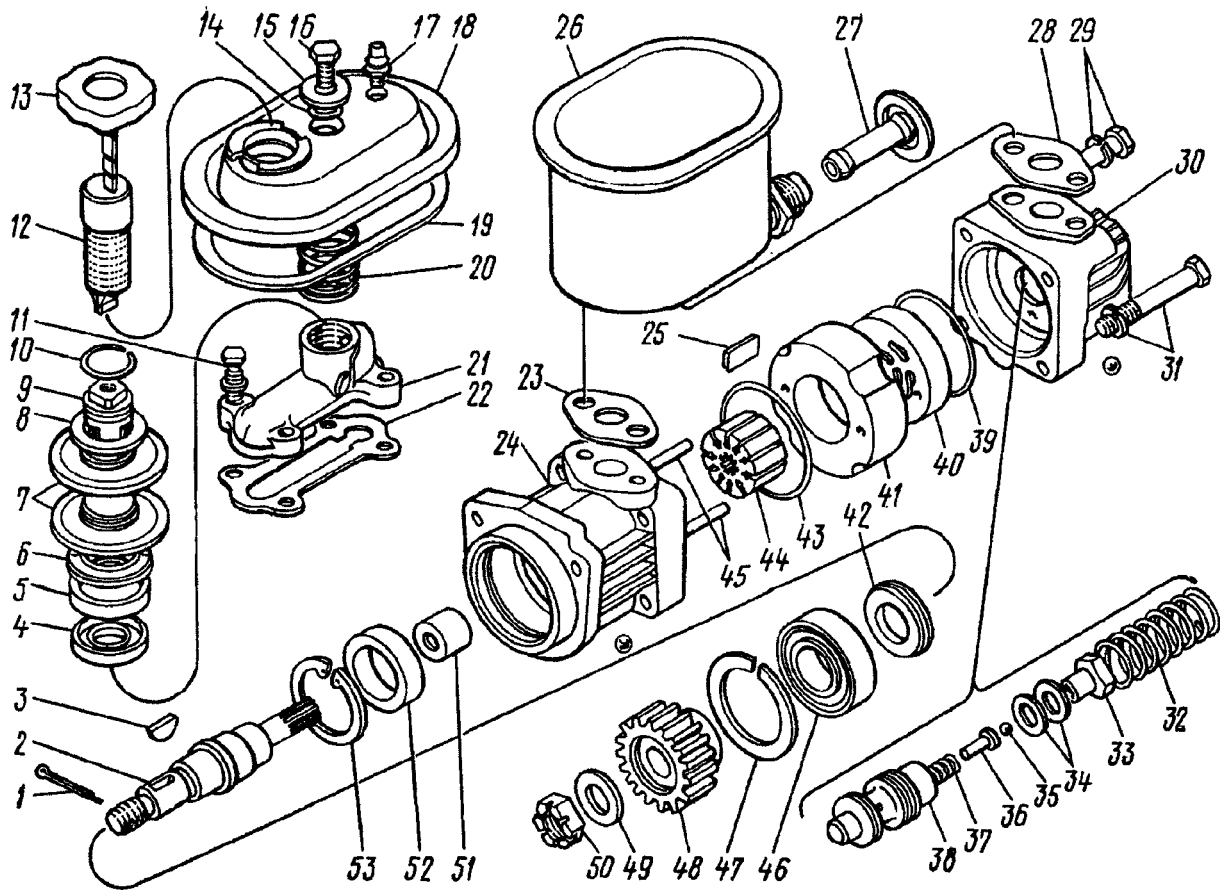

Рис. 242. Насос гидроусилителя руля:
<p>1. Закрепите насос в тисках</p> <p>2. Выверните болт 16 (рис. 242), снимите шайбу 15, уплотнительное кольцо 14, крышку 18, прокладку 19, пробку 13 заливной горловины, фильтр 12, выверните клапан 17</p> <p>3. Выверните фильтр в сборе, снимите с трубы 9 упорное кольцо 10, шайбу 8, фильтрующие элементы 7, пластину 6, манжету 5, днище 4</p>	<p>Тиски с накладками</p> <p>Ключ 13 мм</p> <p>Ключ 17 мм, спецпасатижи И801.22.000-01</p>
19. Наденьте на вал 2 (см. рис. 242) маслоотгонное кольцо 42 и напрессуйте подшипник 46	Молоток, оправка